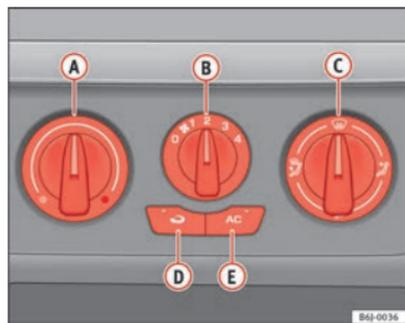

Fig. 92 Mandos del Aire Acondicionado en el tablero de instrumentos
- Con los reguladores  $\Rightarrow$  fig. 92 **A** y **C** y con el mando **B** se regula la temperatura, la velocidad del ventilador y la distribución del aire.